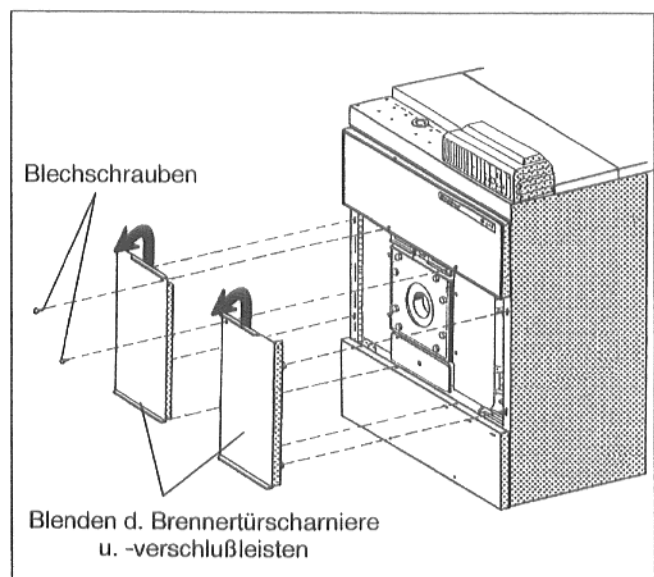

Abb. 57
- Blechschrauben aus den Blenden der Brenntürscharniere und -verschußleisten herausdrehen (Abb. 57).